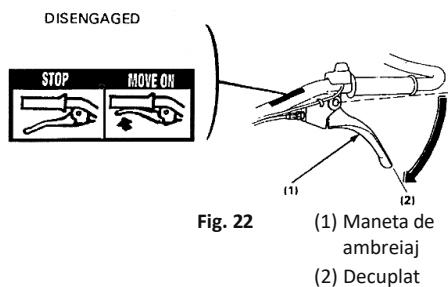

Fig. 22
- 1) Eliberați maneta ambreiajului în poziția DEZBRANȘATĂ și aduceți maneta de schimbare a vitezelor în poziția neutră. (Fig. 22)